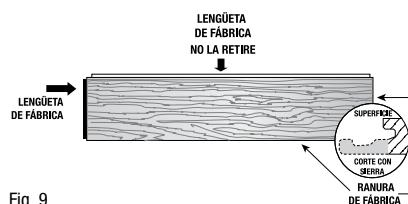

Fig. 9
6. Prepare la tabla de reemplazo retirando la parte inferior de la ranura en el extremo y el costado (Fig. 9).